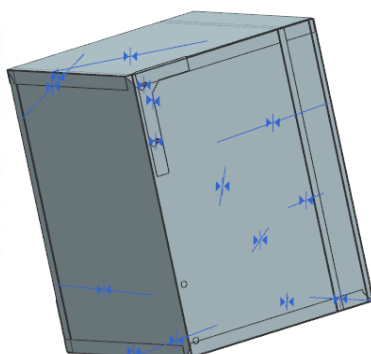

图 11-286 安装箱体右加强条
(5) 在“装配约束”对话框中，单击按钮，安装箱体右加强条，如图 11-286 所示。